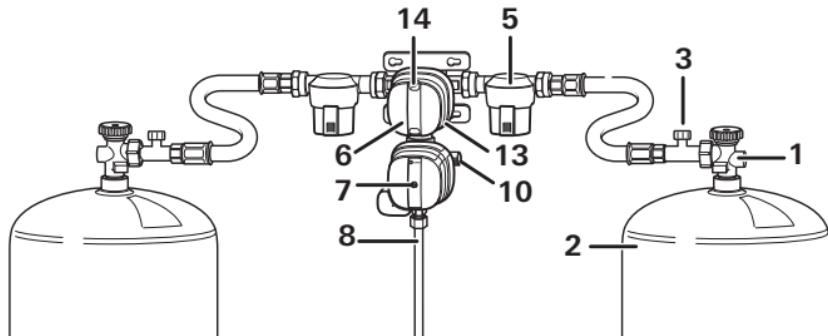

Figure 1a : DuoControl CS vertical
- Raccorder les bouteilles de gaz (2) et vérifier le bon état de tous les raccords de tuyaux.
- Ouvrir les vannes (1) des deux bouteilles de gaz.
- Presser fortement la sécurité de rupture de lyre (figure 1a – 3) sur la lyre haute pression pendant environ 5 secondes. L'affichage passe au vert dans le voyant (14).
- Réinitialiser le capteur de choc si le bouton de réinitialisation jaune (7) n'est pas enfoncé (position « non opérationnel »).
- Par exemple, tourner le bouton de réglage (13) jusqu'à la butée vers la gauche (raccord de gauche = bouteille de service).
- Fermer la vanne (1) de la bouteille de gaz vide (2).
- Dévisser la lyre haute pression (4) de la bouteille de gaz (2), le cas échéant retirer l'adaptateur enfichable.
- Ouvrir la vanne (1) de la bouteille de gaz pleine.
- Presser la sécurité de rupture de lyre (figure 1a – 3) et le cas échéant le bouton de réinitialisation jaune (7), le tourner légèrement dans le sens des aiguilles d'une montre et le maintenir enfoncé pendant 5 secondes.
- Visser la lyre haute pression (4) spécifique au pays sur l'entrée du filtre à gaz (5) / du DuoControl CS et à la bouteille (2) ou à l'adaptateur enfichable).
- Ouvrir la vanne de bouteille (1).